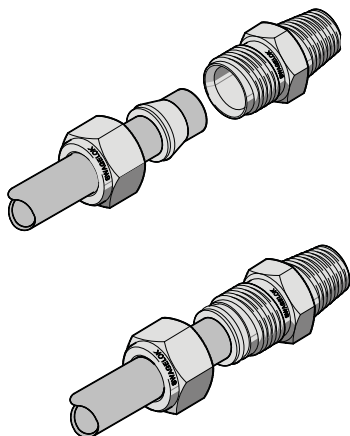

図6：予備締めしたアセンブリの継手ボディへの取り付け
13. 予備締めしたアセンブリを継手ボディに取り付けます。ナットを継手ボディにねじ込み、指締めします（図6参照）。